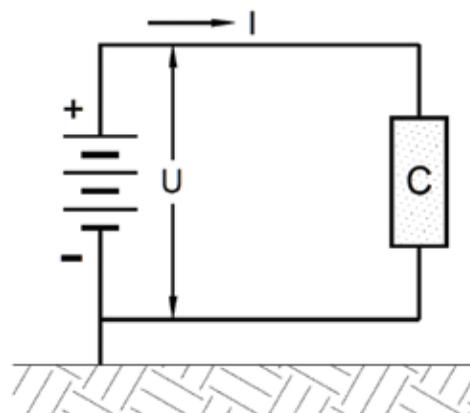

Figura 2
- » Fuente conectada a tierra a través su propio polo negativo. En la figura 2, se representa esquemáticamente